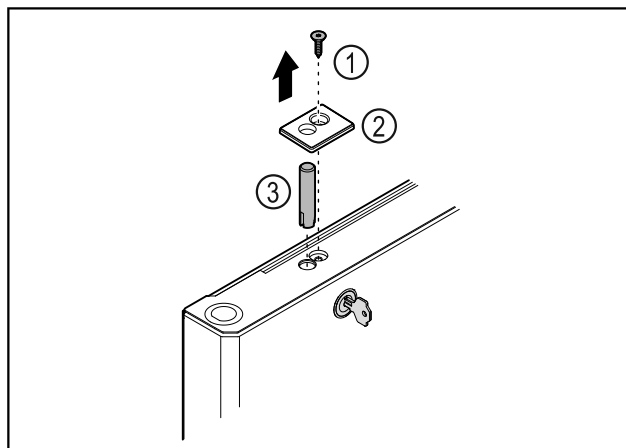

Fig. 38
- Fjern skruen Fig. 38 (1).
- Vipp dekselet Fig. 38 (2) ut av stilling med en liten skruetrekker, og ta det av.
- Trekk ut låsebolten Fig. 38 (3).